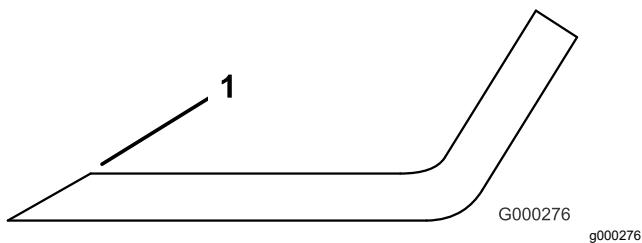

Figure 100
3. Examinez les tranchants de toutes les lames et aiguissez-les s'ils sont émoussés ou ébréchés (Figure 100).
Remarque: N'aiguisez que le haut du tranchant et conservez l'angle de coupe d'origine pour obtenir une coupe nette (Figure 100). Limez la même quantité de métal sur chacun des deux tranchants pour ne pas déséquilibrer la lame.